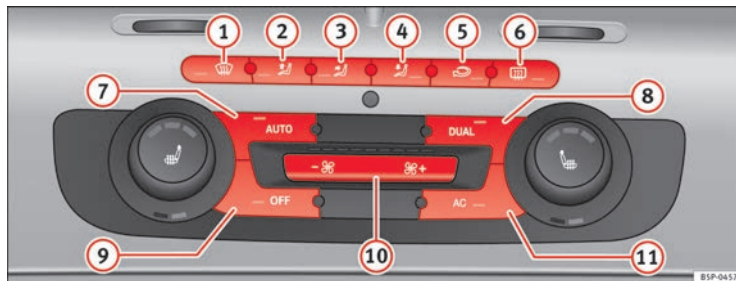

Fig. 135 Mandos del 2C-Climatronic en el tablero de instrumentos.
- Para activar el modo manual pulse una de las teclas ⇒ fig. 135 **1** al **5**, o pulse las teclas de la turbina **10**. La función seleccionada aparecerá en el display de la radio o del navegador.
- Pulse la tecla  ⇒ fig. 135 ② para conectar o desconectar la recirculación de aire. Está conectada si en el display aparece el símbolo .